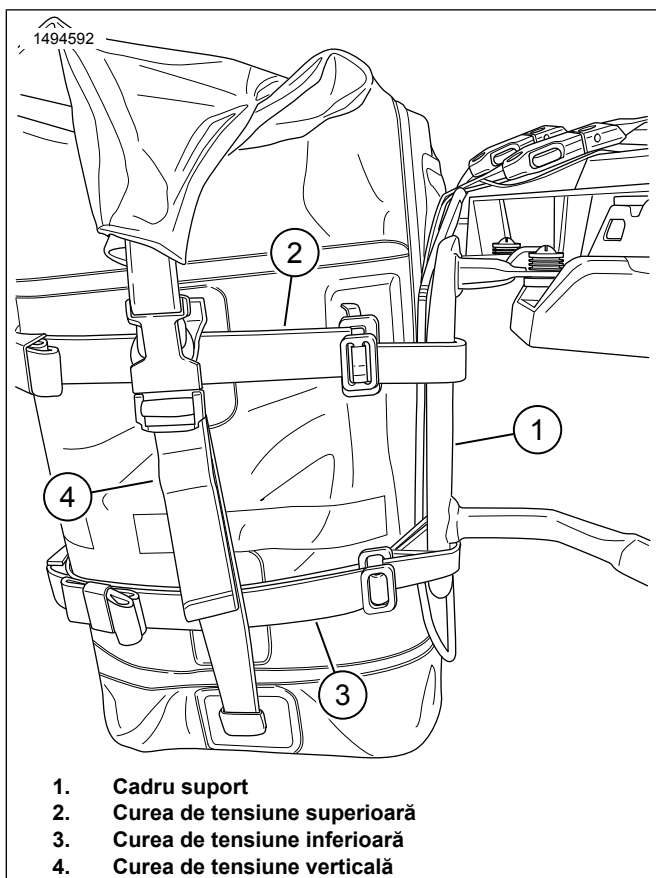

Figura 8. Tensiune toate curelele
9. Figura 8 Curelele de tensiune (2, 3, 4) trebuie atașate în locuri aproximative.